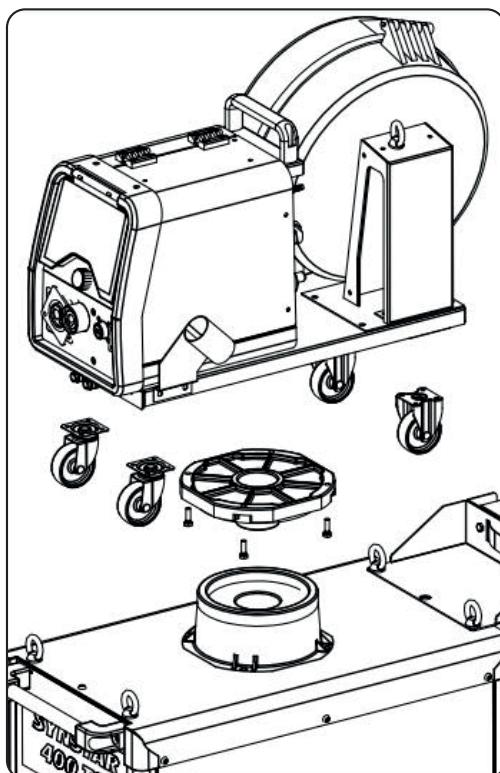

Fig. 2.
- ♦ Montar el soporte macho en el carro arrastrahilo y el soporte hembra en el generador (ver fig. 2). Las pequeñas ruedas deben ser montadas en el fondo del carro arrastrahilo así como el soporte de la antorcha (ver fig. 2). El carro ensamblado tiene que colocarse en el soporte del generador.